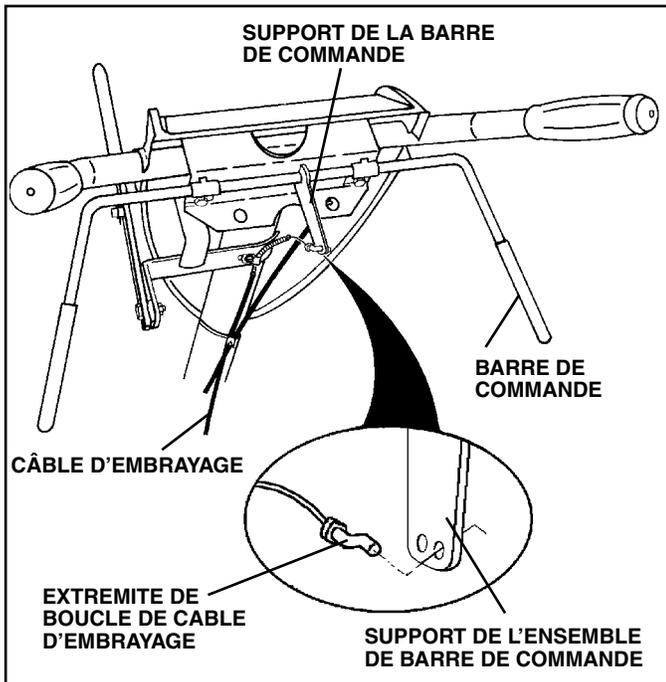

FIG. 6
## ATTACHER LE CÂBLE D'EMBRAYAGE (Voir la fig. 6)
- Assurez-vous que l'indicateur de levier de changement de vitesse est en position point mort ("N") (Voir la fig. 6).